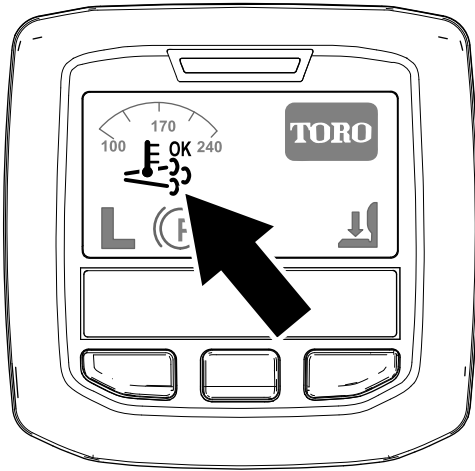

Bild 37
- Das Symbol für die unterstützte bzw. Zurücksetzen-Regenerierung im InfoCenter angezeigt (Bild 37).